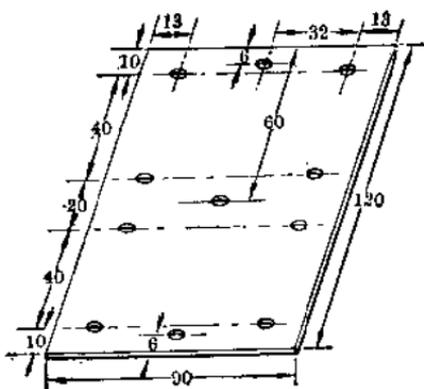

图 5
5. 把  $120 \times 90 \times 1(\text{mm})^2$  的铝板作为底板，见图 5。先在上面打好固定螺钉孔（孔可根据螺钉大小定）。